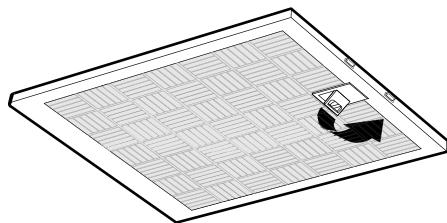

Fig. 8
- Fjern fedtfilteret ved at åbne låsen, Fig. 8.